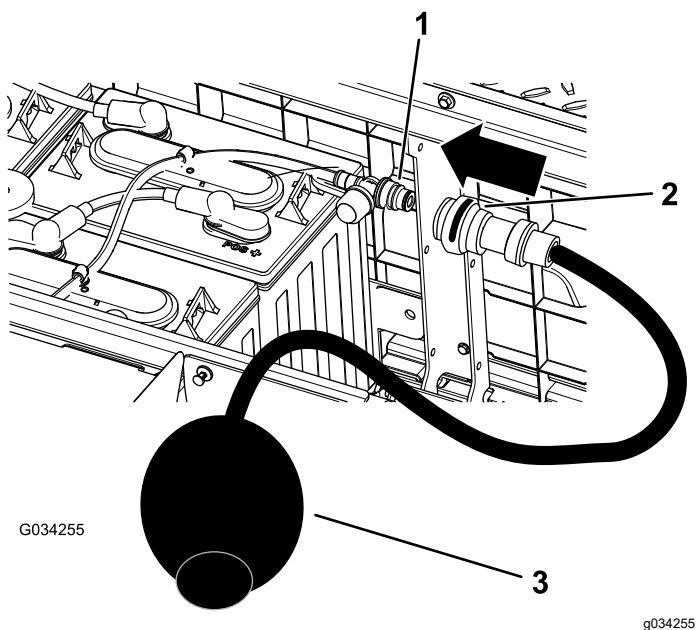

Рисунок 39
4. Подсоедините ручной водяной насос Того к отверстию для заливки воды (Рисунок 39).